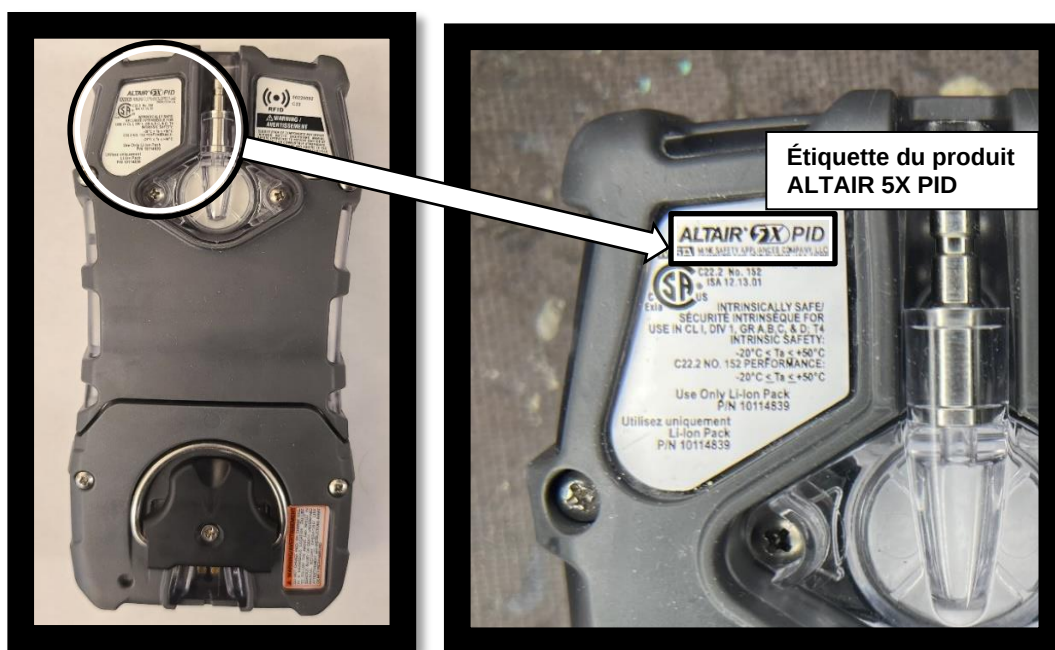

Figure 1 : Étiquette du produit Altair 5X PID
1. Se reporter à l'étiquette du produit qui se trouve au dos du boîtier (Figure 1)